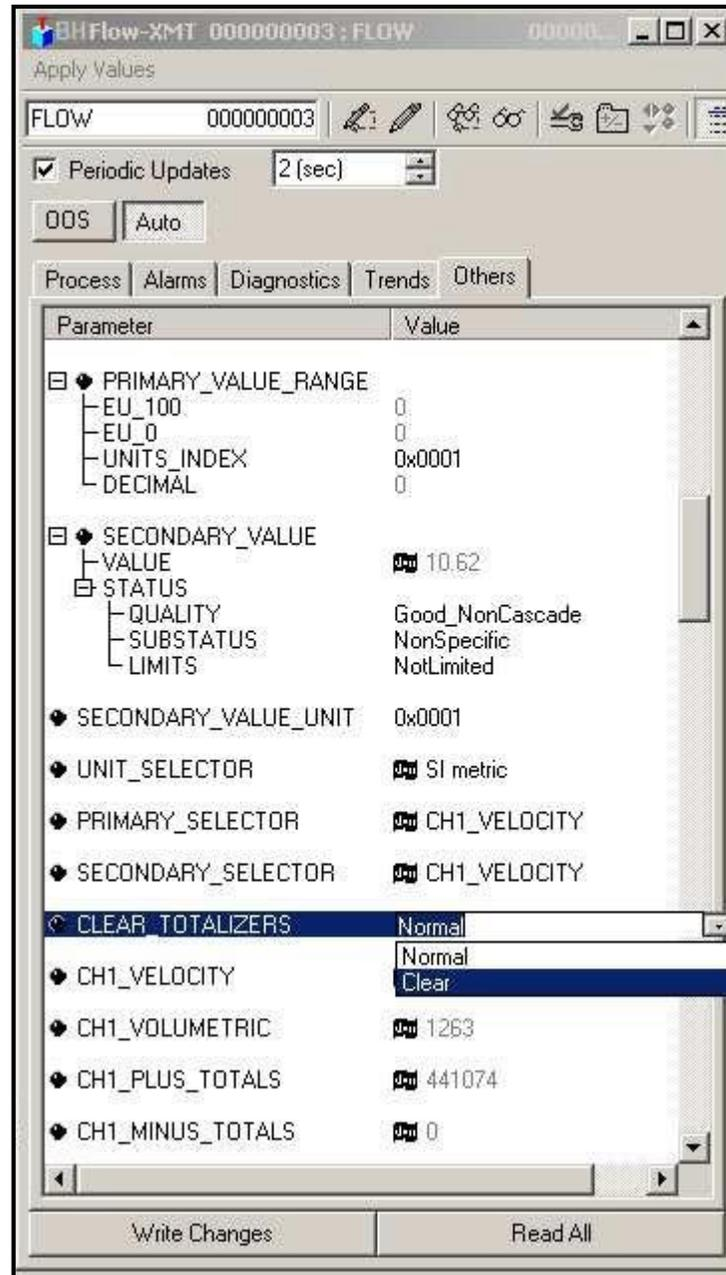

Figura 43: Apagar lista suspensa dos totalizadores
3. Selecione **Clear** na caixa com a lista suspensa (veja a Figura 43 a seguir).